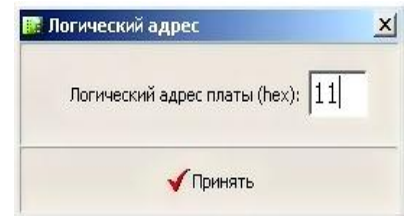

Рис. 6.
3.2.5 Для проверки работы модуля ДЭ-01Н используется специальная тестовая программа «Модуль Мастер», рассчитанная на программно управляемые модули со своими логическими адресами. Внешний вид титульного листа программы показан слева на рисунке 6. Для проверки работы выбирается плата модуля дискретного элемента ДЭ-01Н с помощью левой клавиши мыши (положение курсора показано сплошной стрелкой). После выбора модуля появляется окно «Логический адрес» (справа на рис. 6).